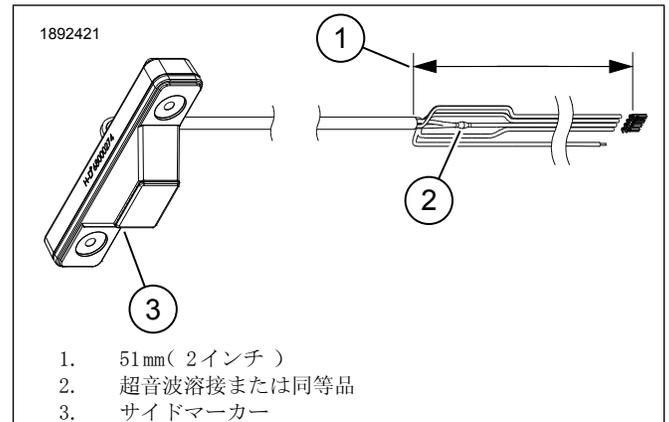

図5。ハーネッススプライスの寸法
- a. 図5を参照してください。スプライスはコネクタの上51 mm (2 in)で開始する必要があります。